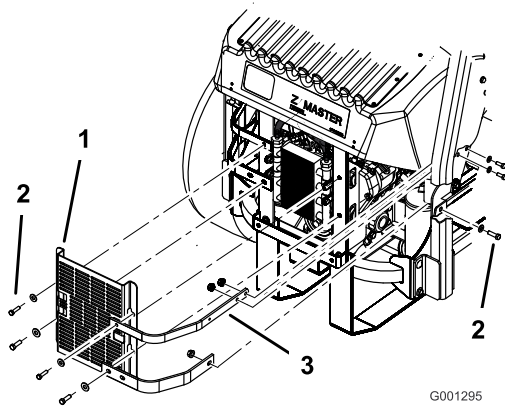

Bild 66
3. Entfernen Sie die vier Schrauben, mit denen die Ölkühlerabdeckung hinten am Rahmen befestigt ist (Bild 66).
4. Nehmen Sie die drei Schrauben ab, mit denen die Motorriemen seitlich an der Maschine befestigt sind (Bild 66).
12. Montieren Sie die Ölkühlerabdeckung und die Motorriemen mit den vier vorher entfernten Schrauben am hinteren Rahmen (Bild 66).
13. Montieren Sie die Motorriemen seitlich an der Maschine (Bild 66).